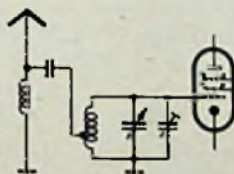

Bild 4. Hochinduktive Antennenkopplung mit kapazitiver Zusatzkopplung für hohe Frequenzen
c) Hochinduktiver Antennenkreis mit kapazitiver Zusatzkopplung (Bild 4). Bei der hochinduktiven Antennenkopplung werden neben den Spiegelfrequenzen bereits die höchsten Empfangsfrequenzen benachteiligt. Eine kapazitive Kopplung von der Antenne zum Gitter der Eingangsröhre würde aber gerade wieder für die Spiegelfrequenzen einen bequemen Weg bieten. Durch Ermittlung einer günstigen Anzapfung nach Bild 4 kann man die hohen Frequenzen des Empfangsbereiches leicht anheben, während die Spiegelfrequenzen über den erdseitigen Spulenteil kurzgeschlossen werden. Man erreicht dadurch eine Verbesserung der Empfindlichkeit um das Zwei- bis Dreifache, während sich noch Spiegelselektionswerte von 1:50 einhalten lassen.